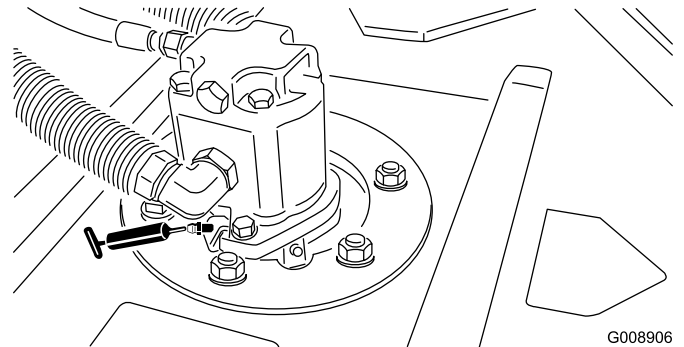

Figura 37
- Cojinetes de los ejes de las unidades de corte (2 por unidad de corte) (Figura 37)